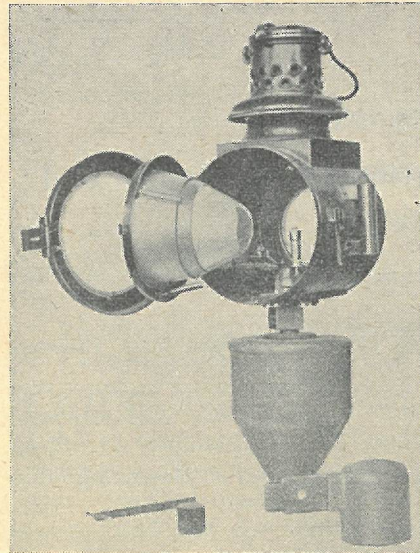

Abb. 3
- c) auf Propangasbeleuchtung umgebaute Petroleum-Signallaterne (Abb. 3).
- a) dem Laternengehäuse mit je einer verglasten Tür an der Vorder- und Rückseite (bei der umgebauten Petroleum-Signallaterne nach Abb. 3 befindet sich jedoch an der Rückseite eine verglaste Rückwand), mit Tragbügel, Aufsteckhülse und Aufstecktasche,